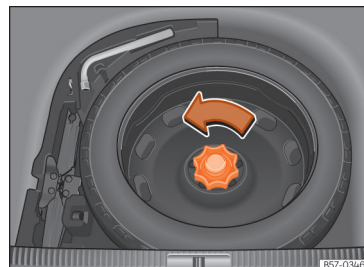

Abb. 237 Im Gepäckraum: hochgeklappter Ladeboden
- Drehen Sie das Rädchen entgegen dem Uhrzeigersinn »» (Abb. 237).